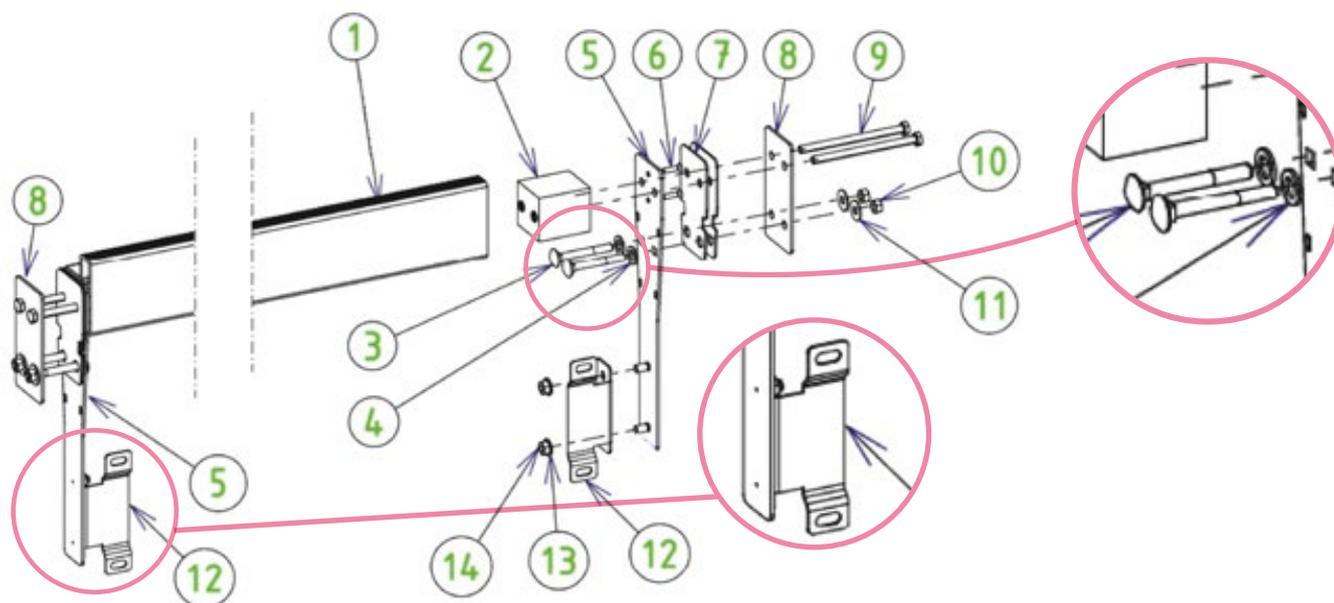

Figure 42 – Assemblage et montage de la poutre
Les étapes de montage de la poutre sont illustrées à la *Figure 42*. La visserie nécessaire à ce montage se trouve dans le sachet y. Sur cette figure, la paroi de bois est située entre les pièces 7 et 8, et le liner est situé entre les deux joints (7) en caoutchouc.
Pour finir, fixez la paroi de séparation sur les équerres (pièce 12 de la Figure 42) grâce à quatre vis (7) à tête poêlier 8 × 16, quatre rondelles et quatre écrous de diamètre 8 mm en inox a4.